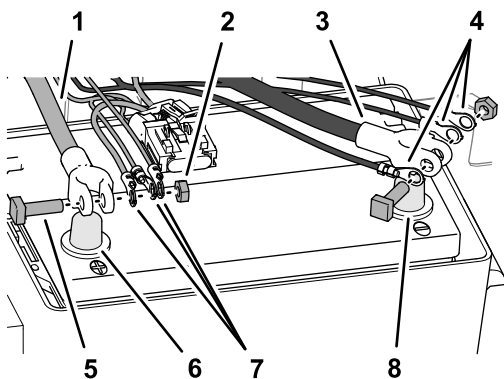

図 156
4. バッテリーケーブルの両端子に固定されているTボルトと六角ナットを外す 図 156。